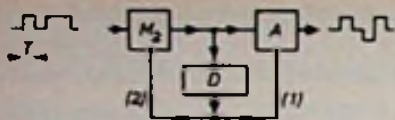

Fig. 2. Blokschema van de pseudo-ternaire omzetter met in- en uitgangssignaal.
Om de datasignalen (met een bitfrequentie van 24 kbits/s) over te brengen in de slechts 12 kHz breedte van een enkele zijband, moeten zij op speciale wijze worden gecodeerd. Hiertoe werd een pseudo-ternaire code-omzetter ontworpen, waarvan het principe in fig. 2 is weergegeven. Aan het signaal (bits met een vaste tijdsduur van T's) wordt door schakeling D met een vertraging van 2 T's hetzelfde signaal nog toegevoegd (via (1) en de opstelschakeling A). Om deze vertaling van de binaire naar de pseudo-ternaire code eenduidig te maken wordt het signaal ook via (2) naar een binaire optelschakeling (M₂) teruggekoppeld aan de